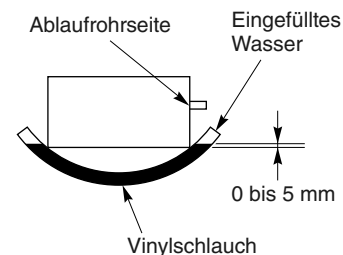

Abb. 3-9
- (5) Die Einheit ist mit einer Wasserwaage oder wie in Abb. 3-9 so auszurichten, dass das Ablaufrohr 5 mm niedriger geneigt ist als die gegenüberliegende Seite.
- (6) Nach Ausrichtung der Abstände alle oberen und unteren Hängemuttern fest anziehen.